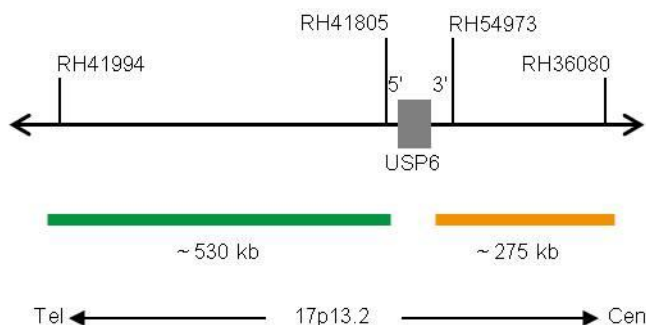

Abb. 1: SPEC USP6 Sondenlokalisierung (nicht maßstabsgetreu)
- ZyGreen (Anregung 503 nm/Emission 528 nm) markierten Polynukleotiden (~10 ng/ μ l), die gegen Sequenzen in 17p13.2* (chr17:4,489,889-5,017,582) gerichtet sind, welche distal zur USP6-Bruchpunktregion lokalisiert sind (siehe Abb. 1).
- ZyOrange (Anregung 547 nm/Emission 572 nm) markierten Polynukleotiden (~4,5 ng/ μ l), die gegen Sequenzen in 17p13.2* (chr17:5,087,046-5,361,104) gerichtet sind, welche proximal zur USP6-Bruchpunktregion lokalisiert sind (siehe Abb. 1).